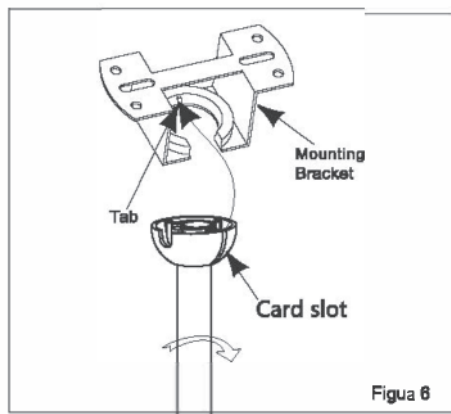

Figura 6
6. Levante con cuidado el ventilador y coloque el conjunto de la varilla y la bola de suspensión en el soporte de suspensión fijado a la viga del techo. Asegúrese que la ranura de la bola esté correctamente alineada con la lengüeta del soporte de suspensión. (figura 6)